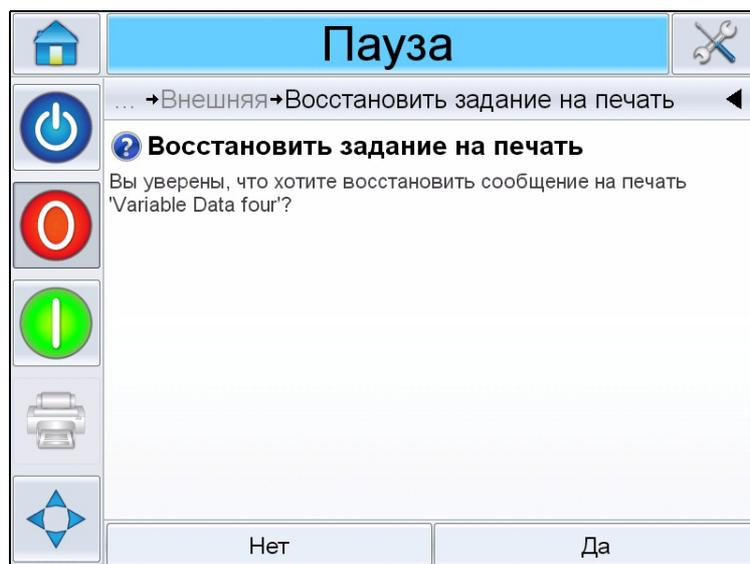

Рис. 6-15: Экран подтверждения
- 6 Прикоснитесь к  для восстановления задания. Появится экран, запрашивающий подтверждение (Рис. 6-15). Прикоснитесь к *Да* для подтверждения.